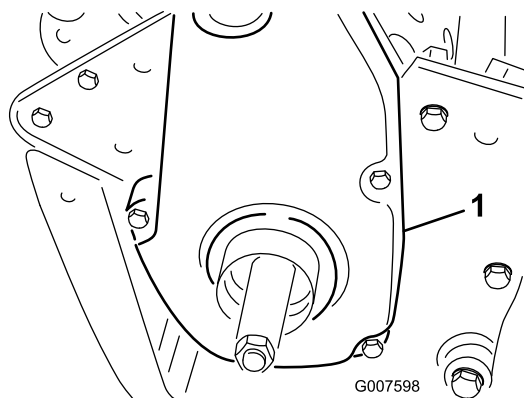

Figura 45
6. Togliete il copricinghia posteriore dal lato destro della macchina (Figura 45).